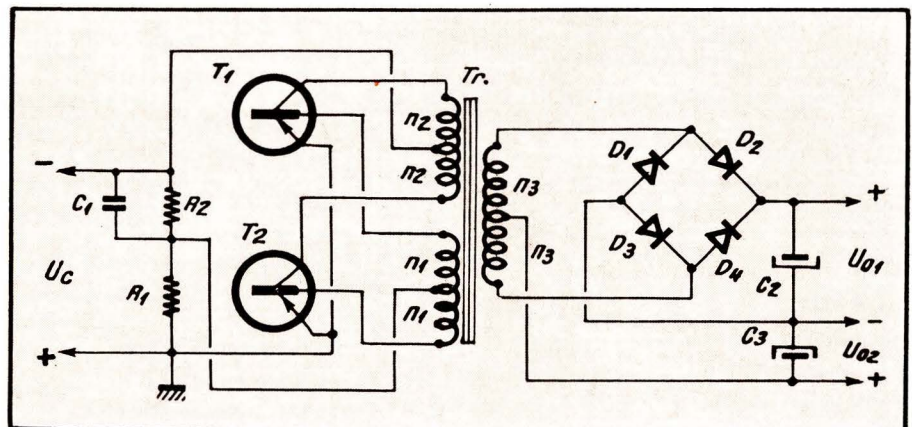

Fig. 5. — Schéma général du convertisseur pour deux tensions différentes à la sortie.
**Spires de l'enroulement de collecteur.** — Nous utiliserons pour le calculer la relation (10) du n° 192, en rappelant que le nombre ainsi obtenu correspond à un demi-enroulement ( $n_2$  du schéma de la figure 5). Donc, en adoptant toujours  $U_{\text{sat}} = 0,5 \text{ V}$ , nous trouvons